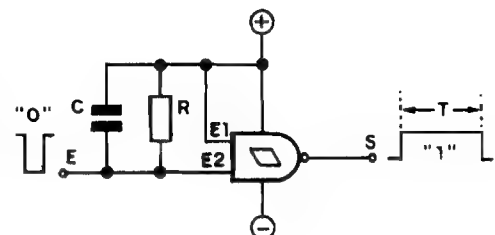

Fig.5
FIG. 5 - UM MONO-ESTÁVEL COM GATE SCHMITT TRIGGER - Relembremos por um momento a "Aula anterior, quando mostramos estruturas MONO-ESTÁVEIS "feitas" com **gates** NOR e NAND (fig. 11 da "Aula" 22 em APE nº 57), auxiliados
por um Resistor e um CAPACITOR, estes determinadores das constantes de tempo, responsáveis pela momentânea "retenção da memória do estado"... Com a função **Schmitt Trigger** é possível obter-se idêntico comportamento, a partir de **um único gate** (e não mais **dois**, como nos citados exemplos da "Lição" anterior...), com óbvia "economia" circuital... Analisemos a estrutura do MONO-ESTÁVEL com S.T. (fig. 5): uma das duas Entradas disponíveis (no caso de **gate** NAND de 2 Entradas, como no 1/4 do 4093 usado no exemplo...) é mantida permanentemente em "1" (E1, ligada ao **positivo** da alimentação...), de modo que a Saída S mostrará **sempre** um estado **inverso** ao "visto" pela **outra** Entrada (E2), conforme garante a Tabela Verdade dos **gates** NAND... Em repouso, a Entrada de controle, E2, é mantida "alta" através do resistor R, ficando assim a Saída S "baixa", também no "repouso"... Contudo, ao aplicarmos à Entrada Geral de controle (E), um breve pulso "0" ou "baixo", desfecham-se vários eventos interessantes: como a placa "de cima" do capacitor C estava **positiva**, a aplicação de um nível "0" (**negativo**) à sua placa inferior, faz com que o dito capacitor quase que imediatamente se carregue. Com isso, a Entrada E2 passa a receber o citado nível "0" ou "baixo" (a Saída "sobe" para "1"...). Tal situação